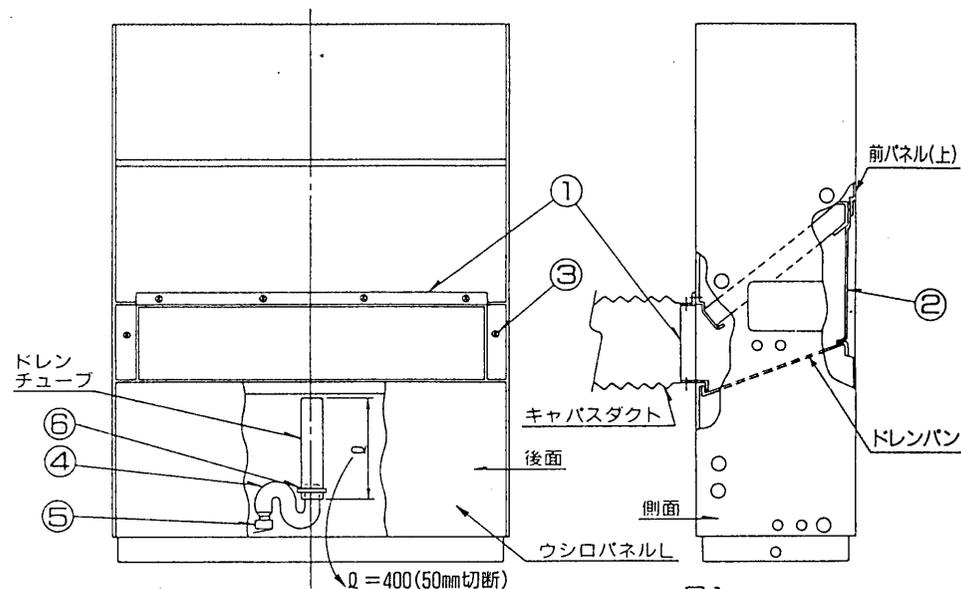

図1
④	トラップ	1
⑤	ペン	1
⑥	固定バンド	1
- 本体後面のウシロパネルLを取り外し、ドレンチューブを図1に示す長さに切断してください。(図1)
- 切断したドレンチューブの先端に④トラップを差し込み⑥固定バンドにてしっかり固定してください。(図1)
- ④トラップの先端に⑤ペンを差し込んでください。(図1)
- 本体後面の吸込口に①後吸込ダクトフランジを③タッピンネジで取り付けてください。(図1)